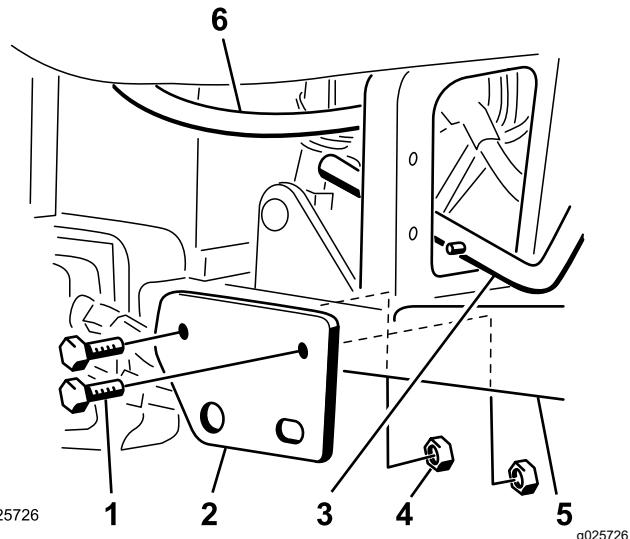

Figura 2
5. Instale o suporte de montagem do conjunto da pega de elevação do escarificador nos tubos de apoio de pé do lado direito com dois parafusos (1/2 x 3 1/4 pol.) e porcas finas (1/2 pol.), como se mostra na Figura 2.
Nota: Tem de haver uma folga mínima de 3 mm (1/8 pol.) entre a linha hidráulica e o conjunto da pega de elevação. Posicione suavemente a ligação hidráulica como necessário (Figura 2).